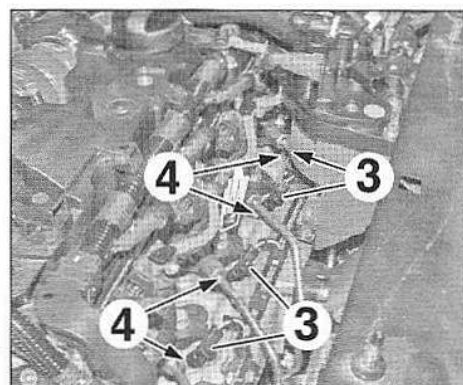

FIG.108
- Débrancher les connecteurs (3) des bougies de préchauffage (Fig.108).
- Déposer les bougies de préchauffage (4).